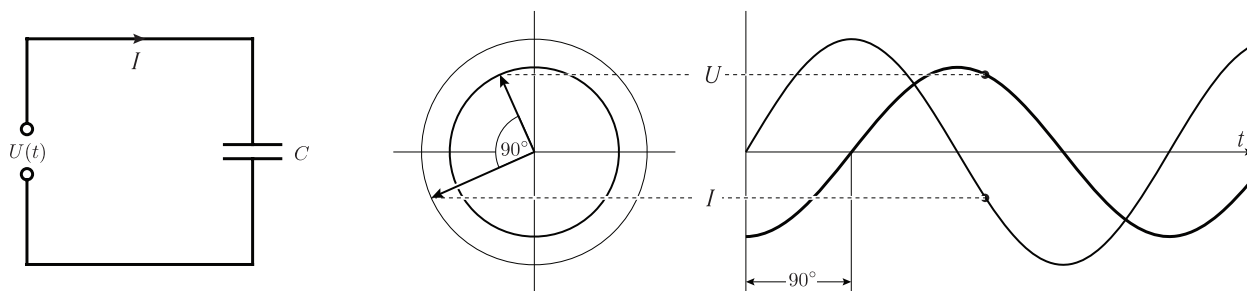

Рис. 1. Конденсатор в цепи переменного тока (электрическая схема, векторная диаграмма, графики зависимости U и I от времени).
Из сравнения (3) и (5) видно, что когда сила тока имеет синусоидальную форму, между напряжением и током возникает разность фаз $\varphi = \pi/2$. Напряжение достигает максимального значения, когда ток в цепи равен нулю, а напряжение равно нулю, когда ток максимален, т.е. ток опережает напряжение по фазе на $\varphi = \pi/2$ (рис. 1).